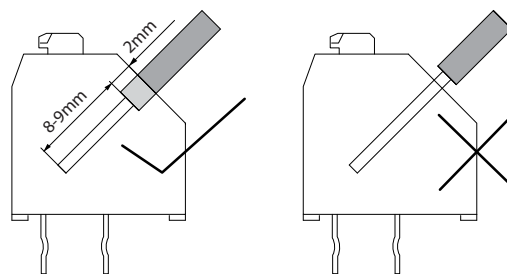

Рисунок 9.12 Правильная длина зачистки провода
- Позаботьтесь, чтобы обеспечить правильную длину зачищенных участков проводов. См. Рисунок 9.12